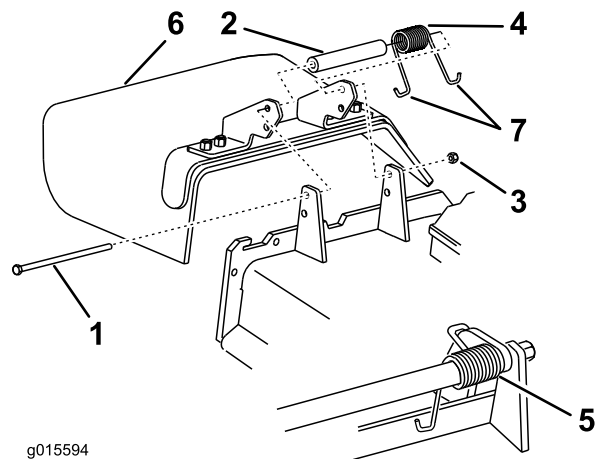

Рисунок 85
1. Снимите контргайку, болт, пружину и проставку, удерживающие отражатель на кронштейнах оси поворота (Рисунок 85).
2. Снимите поврежденный или изношенный отражатель травы (Рисунок 85).
Примечание: Убедитесь, что один J-образный конец пружины зацеплен за край деки, прежде чем устанавливать болт, как показано на Рисунок 85.
6. Зацепите один J-образный конец пружины за отражатель травы (Рисунок 85).